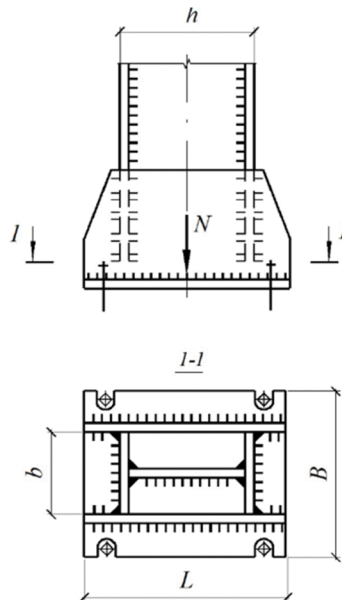

Рисунок 2 - База колонны при шарнирном сопряжении с фундаментом базу.
В базе с **шарнирным сопряжением** (рисунок 2) анкерные болты диаметром 20—30 мм крепятся непосредственно за опорную плиту, обладающую определенной гибкостью, обеспечивающей податливость при действии случайных моментов. Для возможности некоторой передвижки (рихтовки) колонны в процессе ее установки в проектное положение диаметр отверстий в плите для анкерных болтов принимают в 1,5—2 раза больше диаметра болтов. На анкерные болты надевают шайбы с отверстием, которое на 3 мм больше диаметра болта, и после натяжения болта гайкой шайбу приваривают к плите.
2. Что представляют собой консольные ребра и траверсы (см.рис.2)?